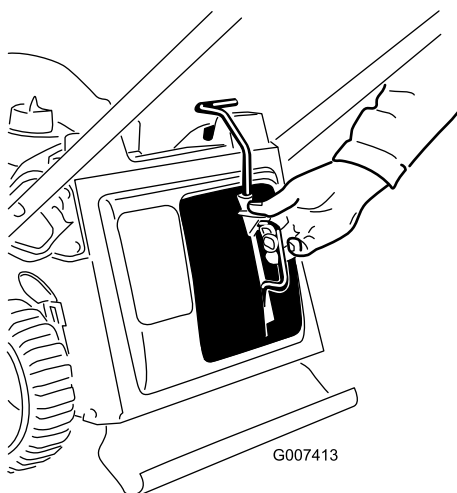

Рисунок 11
2. Нажмите кнопку на рычаге большим пальцем и полностью вставьте заглушку для мульчирования в окно (Рисунок 11).